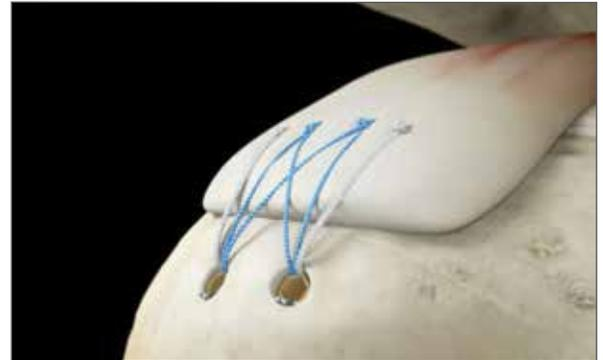

Abbildung 10
14. Lösen Sie ggf. vor dem Herausziehen des Setzinstrumentes das Nahtmaterial aus den Fadenklemmen. Fadenenden oberhalb des Ankers abschneiden **(Abbildung 10).**